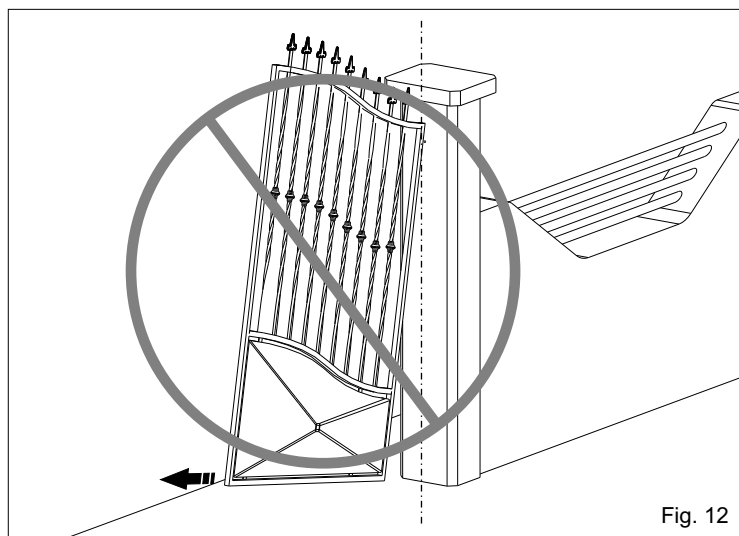
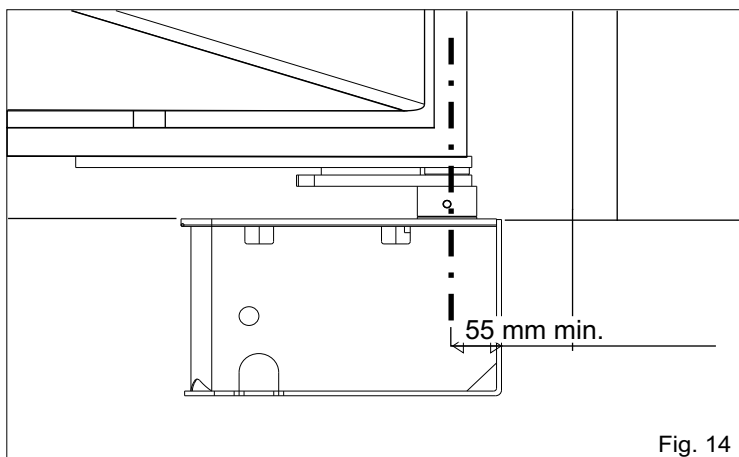

Fig. 12
Fig. 14
3.3. Faire beaucoup d'attention de ne pas positionner le vantail au dehors des axes (Fig. 12 et 13), mais faire de manière que l'arbre coïncide avec l'axe de rotation de la charnière en tenant compte que la distance minimum de la colonne est de 55 mm (Fig. 14).